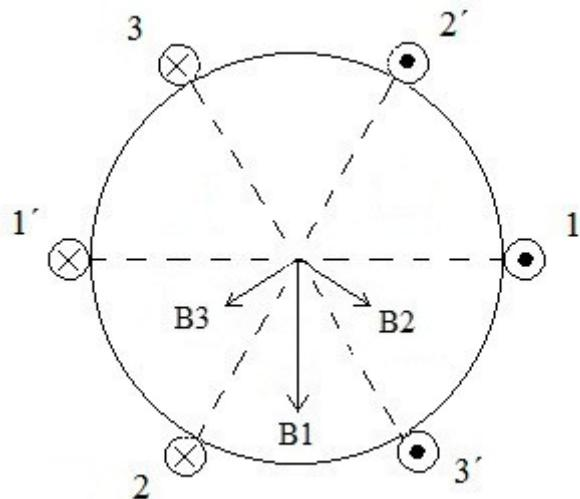

Figura 16. Campo magnético B en el instante $t=0$.
- Para un instante donde $\omega t= 2 \pi/3$ radianes (120°): El campo magnético girará 120° respecto a la figura 16 y 90° respecto a la 17, tomando las corrientes los siguientes valores.